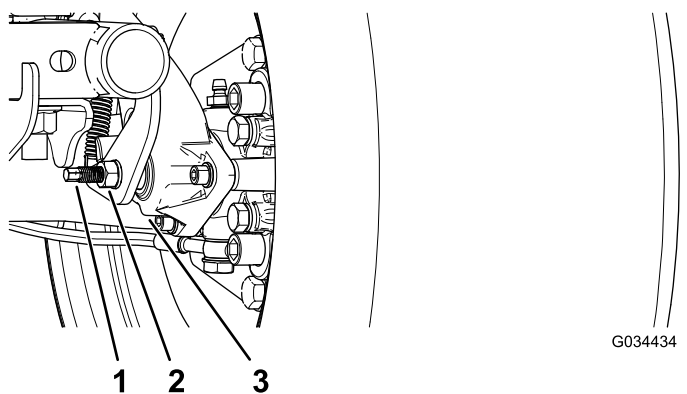

图 50
3. 使用 2 个扳手用 1 个扳手控制住制动盘上的调节杆用另一个扳手将锁紧螺母拧松 ¼ 圈图 50。
4. 在将调节杆和锁紧螺母固定在位的同时旋入调节杆直至旋紧图 50。
5. 在将调节杆和锁紧螺母固定在位的同时向回倒旋 ¼ 圈图 50。
6. 在将调节杆和锁紧螺母固定在位的同时拧紧锁紧螺母图 50。